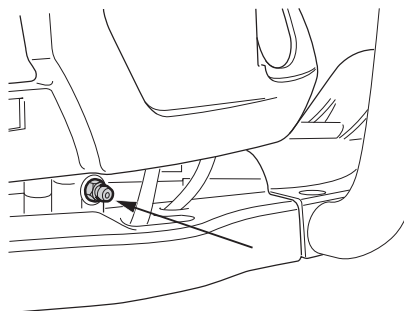

Fig. 17
- > Cada 20 horas de funcionamiento, llene el nivel con lubricado de bisulfuro de molibdeno especial, inyectándolo en el lubricador (Fig. 17).